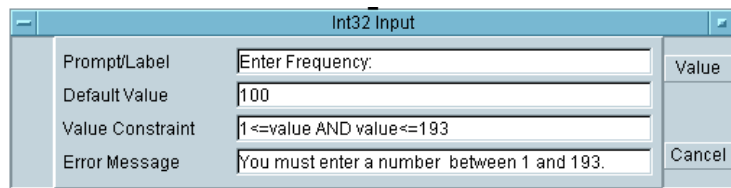

図 2-6. Int32 Input 設定ボックス
2. [Value Constraints] の最低値を [1] に、最高値を [193] に変更します。図 2-6 のように、エラー・メッセージの内容も、新しく入力した値を反映するように変更します。最後に Int32 Input オブジェクトをアイコン化します。